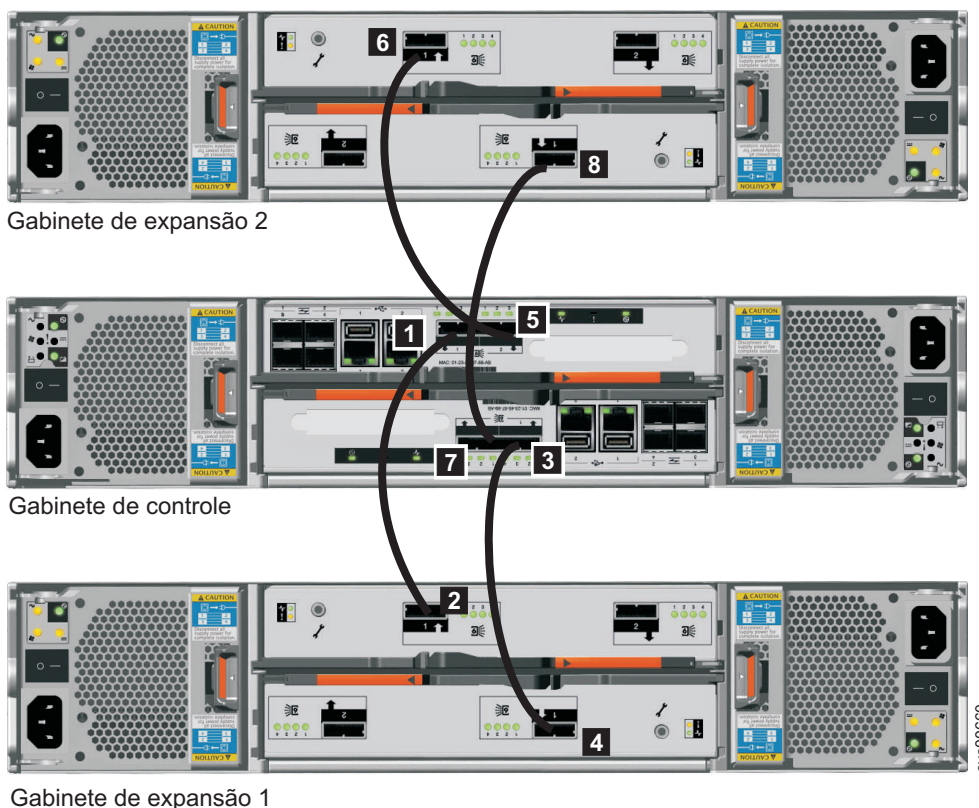

Figura 35. Incluindo um Segundo Gabinete de Expansão
3. Conecte os cabos SAS do gabinete de controle ao segundo gabinete de expansão, conforme mostrado em Figura 35. O segundo gabinete de expansão fica acima do gabinete de controle.